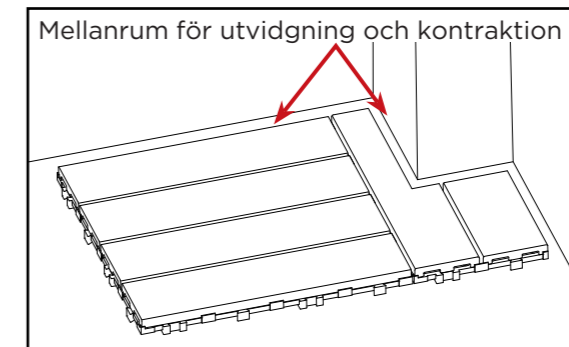

Bild 16
⑤ Lagg sedan den färdiga golvplattan i hörnet/längs kanten, så som visas på bild 16.